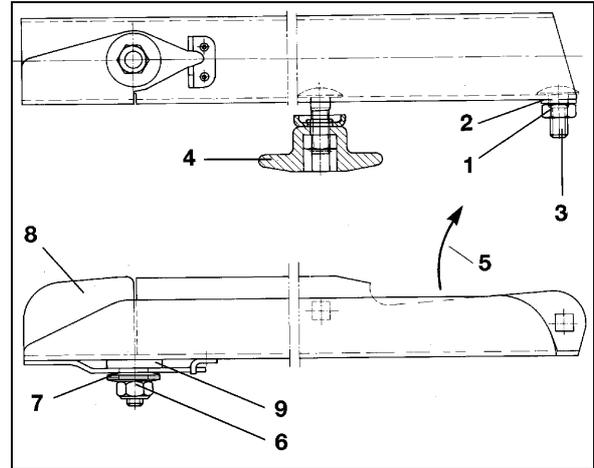

Рис. 86
1. Отвинтите самостопорящуюся гайку (Рис. 86/1).
2. Снимите подкладную шайбу (Рис. 86/2) и винт с полукруглой низкой головкой (Рис. 86/3).
3. Отвинтите барашковую гайку (Рис. 86/4) и замените распределяющую лопасть.
5. Самостопорящуюся гайку (Рис. 86/1) затяните так, чтобы распределяющая лопасть могла перемещаться рукой.
Следите за правильным монтажом распределяющих лопастей. Открытая сторона U-образной распределяющей лопасти указывает на направление вращения (Рис. 86/5).
1. Отвинтите самостопорящуюся гайку (Рис. 86/6) и снимите все тарельчатые пружины (Рис. 86/7).
2. Замените поворотную пластину (Рис. 86/8).
4. Затяните самостопорящуюся гайку (Рис. 86/6) с крутящим моментом 6 - 7 Нм, так чтобы поворотная пластина могла проворачиваться рукой, но при эксплуатации не смещалась вверх самостоятельно.
Обращайте внимание на пластиковую шайбу (Рис. 86/9) между распределяющей лопастью и поворотной пластиной.